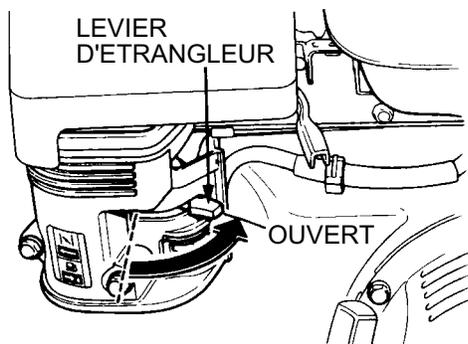

Figure 18. Levier d'étrangleur (ouvert)
8. Si le levier d'étrangleur a été mis en position « **FERMÉ** » pour démarrer le moteur, déplacez-le progressivement jusqu'en position « **OUVERT** » (Figure 18) quand le moteur se réchauffe. Si le moteur n'a pas démarré, répétez les étapes 1 à 6.